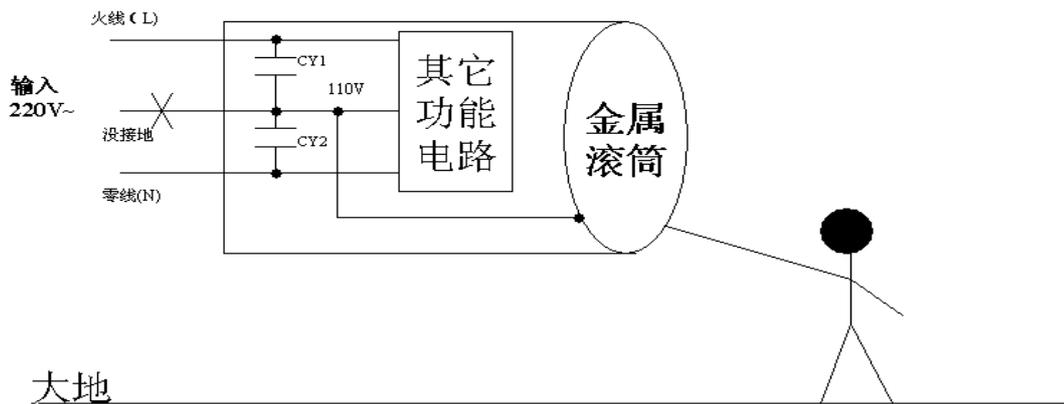

图 1 洗衣机电气原理示意图
对于漏电情况一定要从产品的电气原理来分析，图 1 就是针对带接地线的洗衣机画出的原理示意图。图中打叉的输入接地线就表示洗衣机没有可靠接地。厂家在设计产品时，为满足电磁兼容的要求，在产品的火线 (L)、零线 (N) 对地之间都会跨接电容 (如图中的 CY1 和 CY2, $CY1=CY2$)，来滤除电路中的共模干扰，由此来满足 CCC 强制认证对于产品电磁兼容性能的要求。
由图 1 可看出，CY1 和 CY2 之间的电气连接点在产品内部是金属滚筒相连接的。下面分两种情况讨论：
如果产品接地良好，那么人体可以触摸到的金属滚筒和大地是等电位的，在图 1 中就是人手触摸产品的部分，是 0V；人脚和大地也是等电位，是 0V。所以，人体两端的电压差是 0V，这时候对于使用者是绝对安全的。